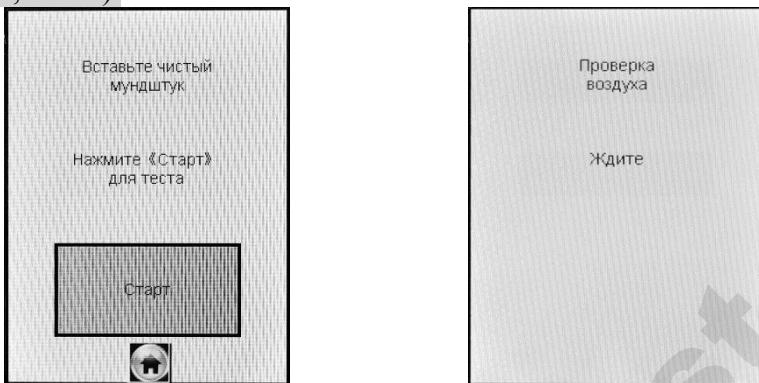

Рисунок 14 – Начало процедуры измерения
2.8.7 Когда данные всех полей будут введены, на экране появится окно с сообщением «Вставьте чистый мундштук» (рисунок 14, слева).
2.11.3 Выберите режим измерения . На экране появится окно с сообщением «Вставьте чистый мундштук» (рисунок 14, слева).